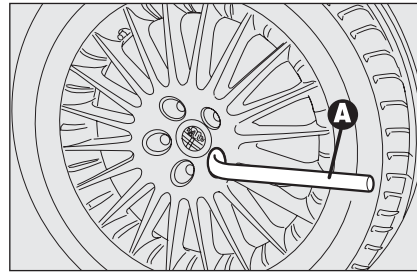

fig. 5
- utilizando la llave en dotación **A-fig. 5** afloje de una vuelta aproximadamente los tornillos de fijación; en los coches equipados con llantas de aleación, zarandee el coche para facilitar la separación de la llanta del buje de ruedas;